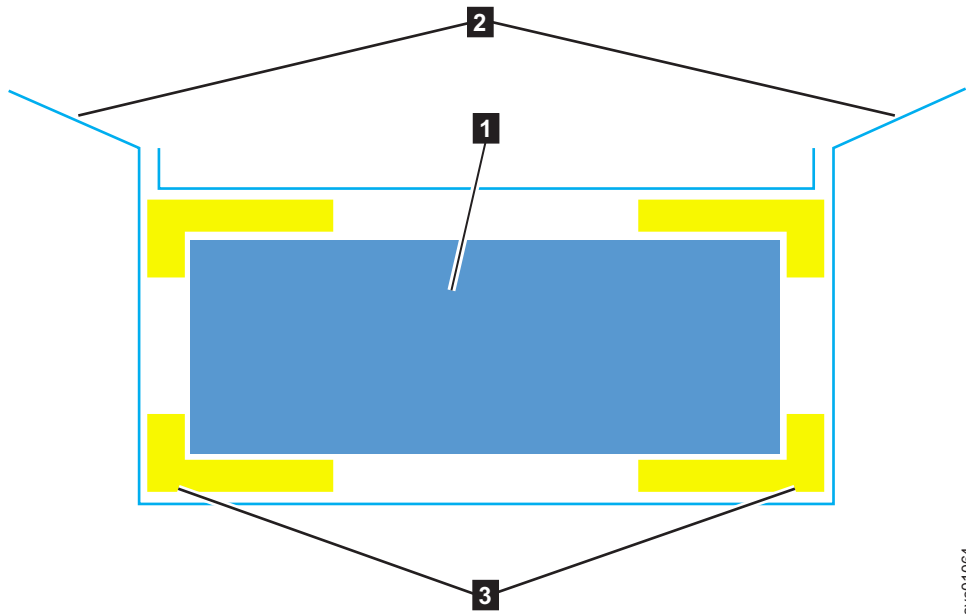

図 28. 梱包材
3. 図 28 に示すように、配送ボックスの四隅をカットし、下に折り返して、拡張エンクロージャーの各面がすべて見えるようにします。